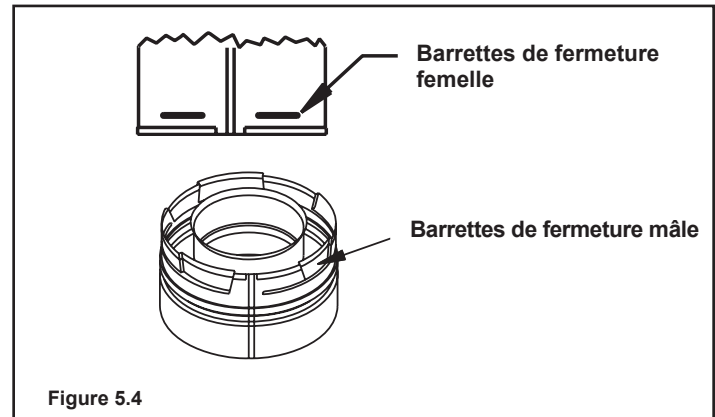

Figure 5.4
**Remarque :** Le tuyau direct de ventilation est conçu pour glisser directement dans les extrémités mâles des tuyaux et équipements adjacents en orientant les indentations du tuyau de façon à ce qu'elles correspondent et glissent dans les emplacements d'entrée des extrémités mâles, voir **Figure 5.4**. Poussez les sections de tuyaux complètement ensemble, puis tournez une partie dans le sens des aiguilles d'une montre, d'un quart de tour approximativement, jusqu'à ce que les deux sections soient complètement bloquées. Les barrettes de fermeture femelle ne doivent pas être visibles depuis l'extérieur, sur le tuyau ou les attaches. Elles peuvent être repérées en examinant l'intérieur des terminaisons femelles.